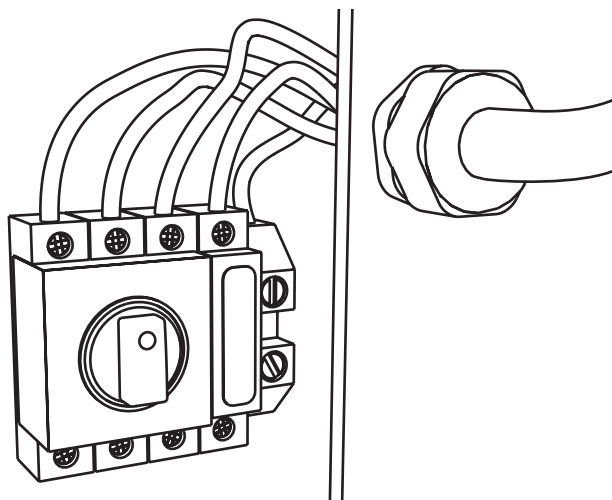

Рис. 10
Предохранитель кабеля = 20A(T). Выбор кабеля определяет температура окружающей среды и способ прокладки. См. рис. 10.
Предохранитель кабеля = 25A(T). Выбор кабеля определяет температура окружающей среды и способ его прокладки. См. рис. 10.
Предохранитель кабеля для Cooler 24 = 32/35A(T) и для Cooler 34 = 35A(T). Выбор кабеля определяет температура окружающей среды и способ его прокладки. См. рис. 10.